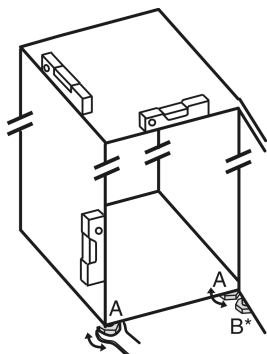

Fig. 5
- Vyskrutkujte nastaviteľné nohy Fig. 5 (A) priloženým vidlicovým kľúčom a pomocou vodováhy, kým zariadenie nebude pevne a stabilne vyrovnané.
- Vyskrutkujte nastaviteľnú nohu Fig. 5 (B) na ložiskovej konzole priloženým vidlicovým kľúčom, kým nebude dosadať na podlahu.
- Otočte nastaviteľnú nohu Fig. 5 (B) ďalej o 90°.